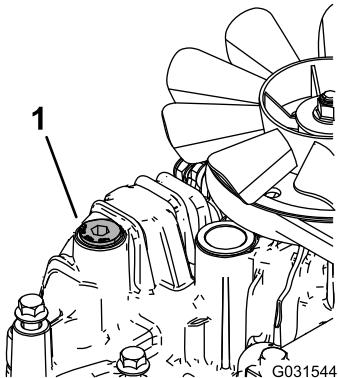

**Figure 76**
5. Localisez le bouchon de vidange sous la base de chaque transmission et placez un bac de vidange sous les bouchons (Figure 76).